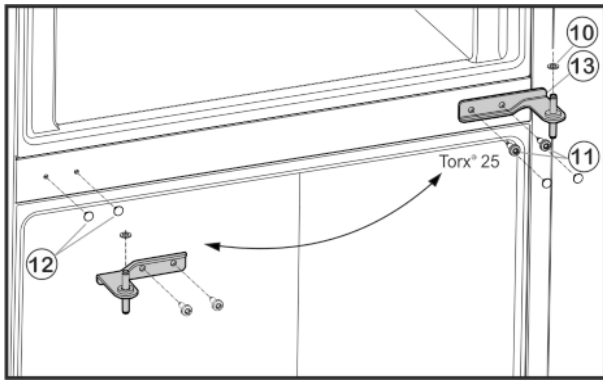

Fig. 5
- ▶ Внимателно издърпайте капачите Fig. 5 (12) и отново ги поставете на срещуположната страна.